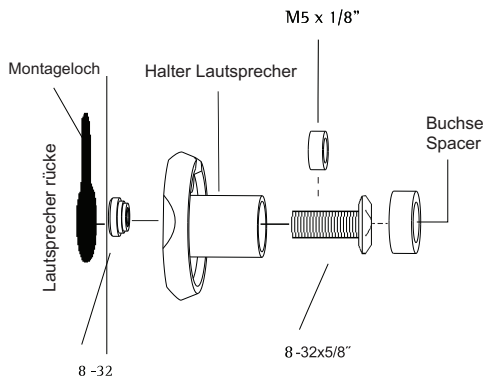

Abbildung 4
8. Montieren Vorläufig Sie das Einbauraum mit 8#-32x5/8" Maschinenschraube und Schlüsseloch Mutter (Abbildung 4). Hinweis: Seien Sie sicher das die Schlüsseloch Mutter ist installiert mit gerändelt (ungehobelt) seite in Richtung des Posten.
10. Platzieren Sie die Spannung auf die Montage durch sanft Zurückfahren auf dem Lautsprecher Einbauraum, während Sie 8#-32x5/8" Maschinenschraube festzuziehen (Abbildung 4).
12. Nutzen Sie M5x1/8" Plastik Unterlegscheibe unter der Kopf von 8#-32x5/8" Maschinenschraube, wenn die Schraube trifft sich nicht sicher (Abbildung 4). Hinweis: Einfügen Sie D5 Plastik Unterlegscheibe nach die Installation